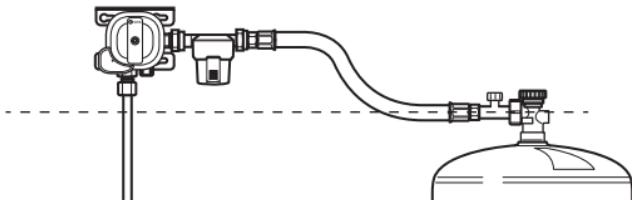

Fig. 7
- Lors du changement de bouteille, s'assurer que la lyre haute pression du raccord d'entrée du détendeur présente toujours une pente constante vers la bouteille de gaz (Fig. 7).